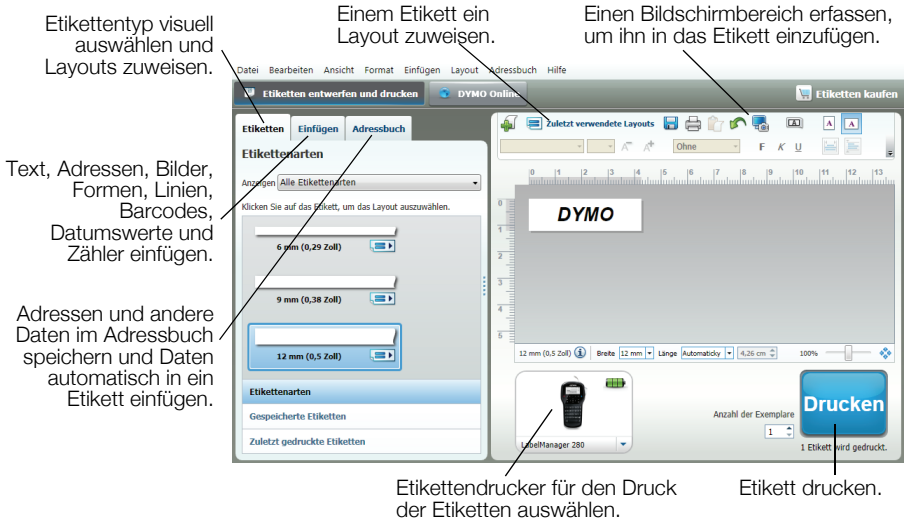

**Abbildung 6**
- 1 Stecken Sie das USB-Kabel in den USB-Anschluss an der Oberseite des Etikettendruckers. Siehe Abbildung 6.